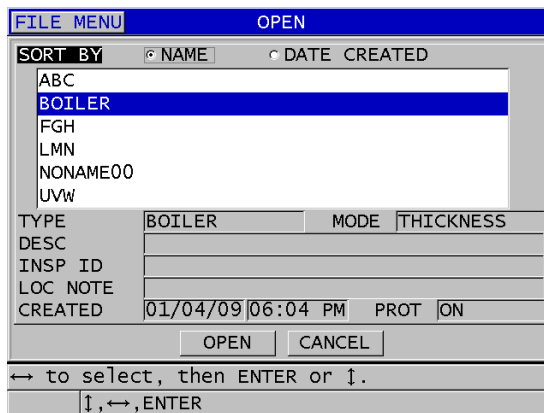

図 11-16 ファイルを開く
3. 開く画面で、以下の操作を行います（203ページの図 11-16 参照）。